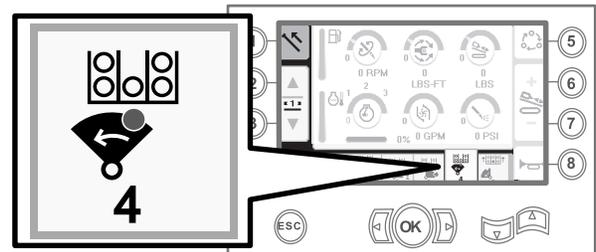

Figura 16
- Suelte el interruptor basculante para continuar con el paso siguiente de la secuencia (Figura 16).